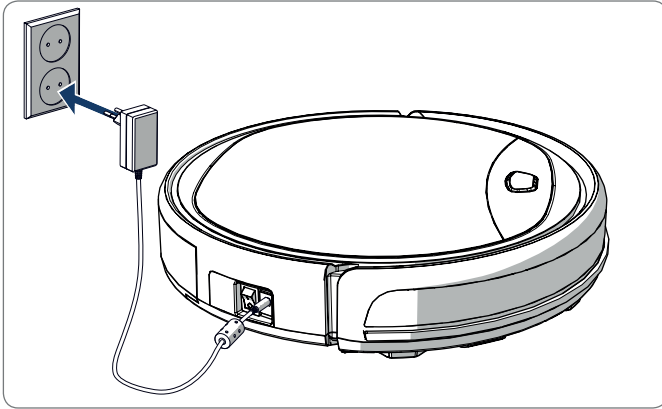

Abbildung 11 - Direktes Aufladen des Roboters mit dem Netzteil
- Mit dem Netzteil direkt mit dem Roboter verbunden. Verbinden Sie dazu das Netzteil mit dem Roboter und stecken Sie das andere Ende in eine Steckdose. Siehe Abbildung 11.